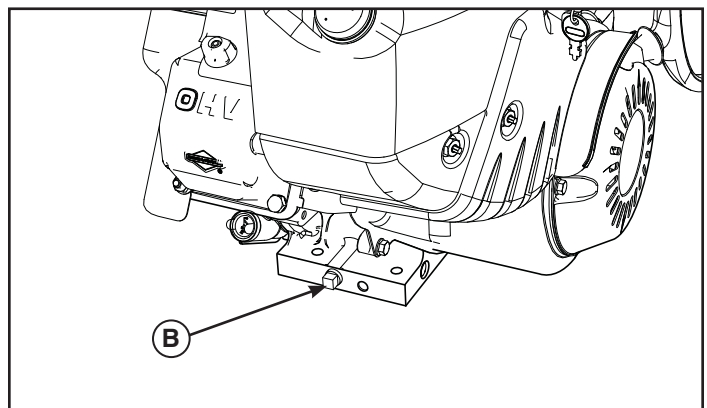

Figure 12
2. Faites légèrement basculer la machine vers l'avant, puis retirez le bouchon de vidange (B, Figure 12). Récupérez l'huile dans un récipient approuvé.